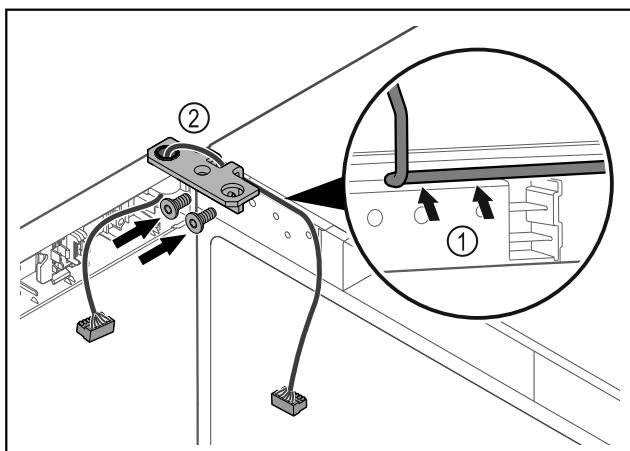

Fig. 62
- Вкарайте кабела през прореза на ъгъла на пантата и го положете внимателно Fig. 62 (1).
- Завинтете ъгъла на пантата Fig. 62 (2).